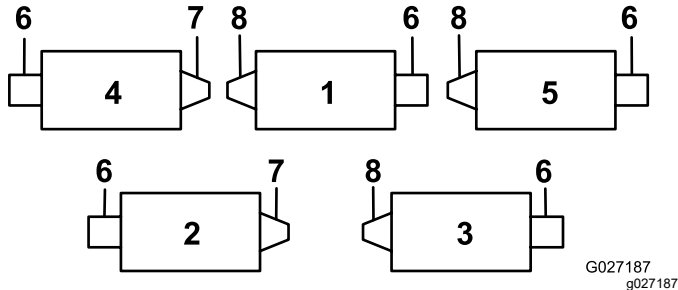
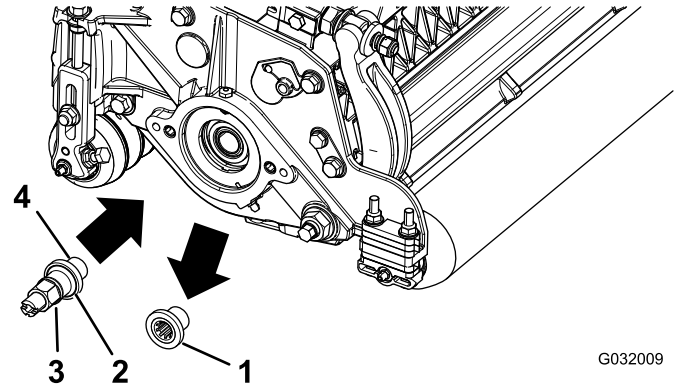

Figura 1
Figura 2
Todas as unidades de corte são expedidas com o contrapeso instalado na extremidade esquerda da unidade de corte. Consulte Figura 1 para determinar a posição da escova do rolo e os motores de cilindro.
6. Retire o inserto roscado da unidade de corte para transmissão da escova do rolo traseiro (Figura 1) e deite fora (Figura 2).
Nota: Os insertos do lado esquerdo encontram-se nas unidades de corte n.º 1, n.º 3 e n.º 5 (Figura 1).
8. Aplique adesivo de roscas nas roscas do eixo de transmissão (Figura 2) e instale o veio, apertando-o a 115 a 128 N·m.